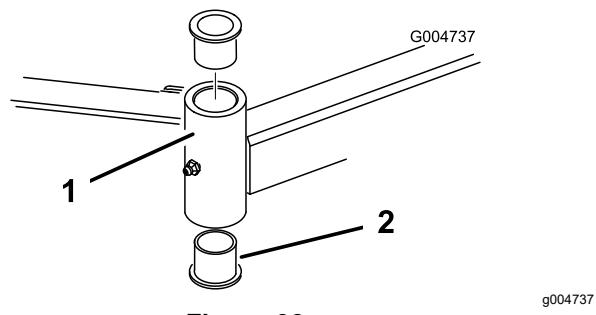

Figure 93
- Insérez un chasse-goupille dans le haut ou le bas du tube de montage et chassez la bague hors du tube (Figure 93).